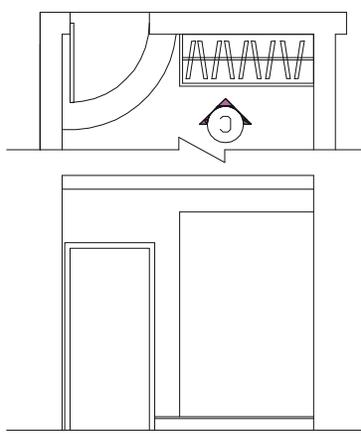
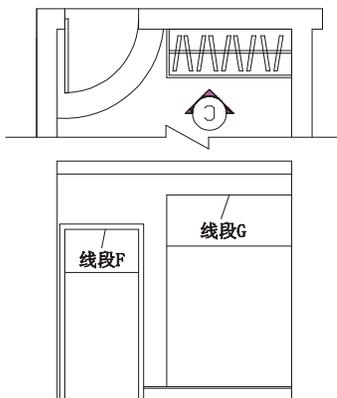
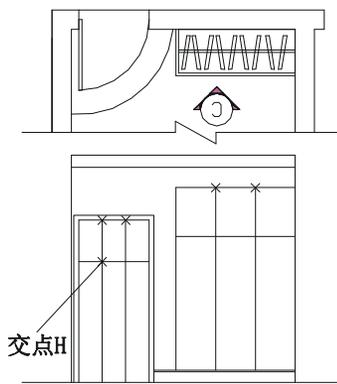

图 8-1-41
图 8-1-42
图 8-1-43
**STEP 06** 使用偏移命令 OFFSET 将第 (5) 步中合并的多义线向外偏移 60 作为门套, 如图 8-1-41 所示, 其操作步骤如下:
**STEP 07** 使用分解命令 EXPLODE (X) 将如图 8-1-41 所示的门分解, 并使用偏移命令 OFFSET 将门顶上的横线向下偏移 510, 将衣柜顶上的横线向下偏移 600, 如图 8-1-42 所示, 其操作步骤如下:
选择对象: 找到 1 个 // 单击如图 8-1-41 所示的门
**STEP 08** 使用等分命令 DIVIDE (X) 将如图 8-1-42 所示中线段 F 和线段 G 分别等分成三等分, 并使用绘制直线命令 LINE 以等分点为起点向下作垂线, 如图 8-1-43 所示, 其具体操作步骤如下:
选择要定数等分的对象: // 单击如图 8-1-42 所示的线段 F
选择要定数等分的对象: // 单击如图 8-1-42 所示的线段 G
参照这一步绘制垂线的方法, 绘制其他的垂线, 如图 8-1-43 所示。
指定第一个角点或 [倒角 (C)/标高 (E)/圆角 (F)/厚度 (T)/宽度 (W)]: // 单击如图 8-1-43 所示附近任意一点
// 按 F3 键打开捕捉功能，单击该矩形左边的中点，移动鼠标并单击如图 8-1-43 所示的交点 H